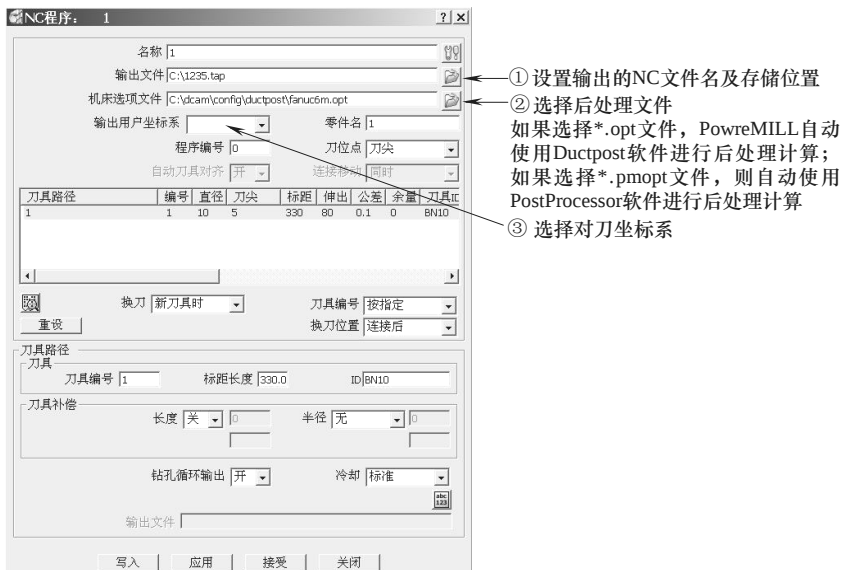

图 9-3 NC 程序设置
4) 在 PowerMILL 资源管理器中的“NC 程序”树枝下，右击“NC 程序：1”，在弹出的快捷菜单条中单击“设置”，再次打开“NC 程序：1”表格，如图 9-3 所示。
在图 9-3 所示的表格中, 选项内容非常多。实际加工中一般只需要对箭头所指的三个位置进行设置, 其他参数使用系统默认值即可。